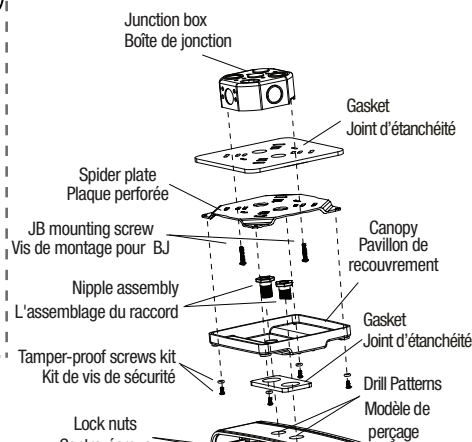
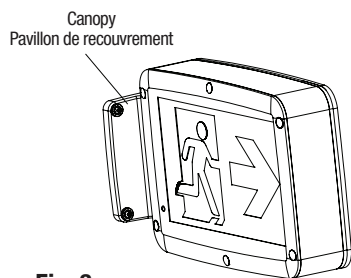

Fig. 2
Fig. 3
- 4.b For Ceiling (Fig. 2) or End Mount (Fig. 3) installation only, drill the appropriate hole following the designated drill pattern on the top or side of the housing. Align the gasket with the hole and paste it properly on the housing. Attach the housing with the canopy using the nipple assembly and lock nut(s). Align and paste the second gasket on the spider plate. Route the proper wire through the housing, canopy and spider plate holes.
- 4.b Pour l'installation au plafond (Fig. 2) ou l'extrémité (Fig. 3) seulement, percer le trou appropriés en suivant le modèle de perçage désigné sur le côté supérieur ou latéral du boîtier. Aligner le joint d'étanchéité avec le trou et le coller de façon approprié sur le boîtier. Fixer le boîtier avec le pavillon de recouvrement en utilisant l'assemblage du raccord et les contre-écrous. Aligner et coller le deuxième joint d'étanchéité sur la plaque perforée. Passer les fils électriques par l'orifice du boîtier, du pavillon de recouvrement et de la plaque perforée.
7.a For Ceiling and End mount installation only, attach the canopy with the spider plate using the four tamperproof screws and four o-rings (use the tamperproof bit CR-VT15 provided in the hardware bag). Tighten the lock nuts and the screws enough to compress the gasket to ensure a good sealed joint (Fig. 2 & 3).
7.a Pour installation au plafond ou l'extrémité seulement, fixer le pavillon de recouvrement ensemble avec la plaque perforée en utilisant les quatre vis de sécurité et les quatre anneaux d'étanchéité (utiliser l'embout TORX CR-VT15 fourni dans le sachet de pièces). Serrer les vis suffisamment pour comprimer le joint d'étanchéité pour assurer un joint scellé (Fig.2 et 3).